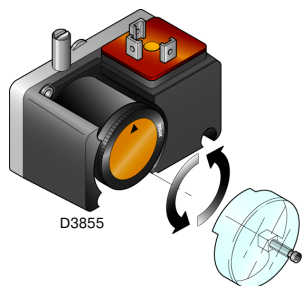

Рис. 23
- Отрегулировать реле минимального давления газа (Рис. 23) на начало шкалы.